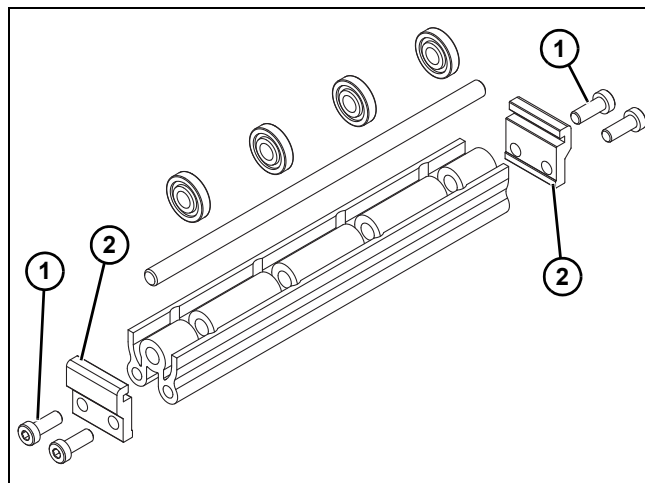

Figura 20
1. Ubicar los rodillos de retorno. Vista detallada mostrada en Figura 20.